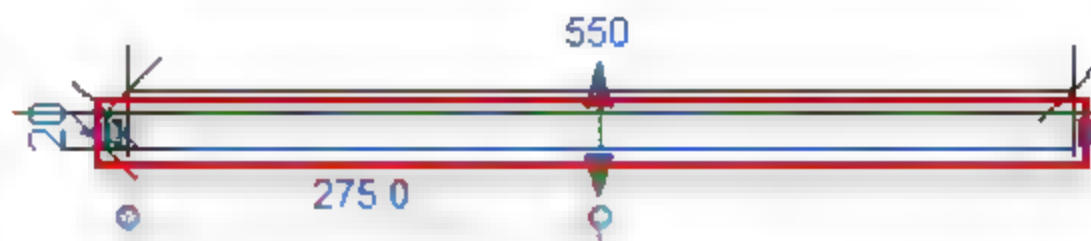

图 8.3.2 桌面的左立面图
(3) 编辑可见性并添加材质。首先，选中桌面图元，在“属性”面板中编辑“可见性/图形替换”选项，取消“平面/天花板平面视图”复选框的选择，单击“确定”按钮。其次，添加桌面的材质，选择或添加“不锈钢”类型，单击“确定”按钮，如图 8.3.2 所示。